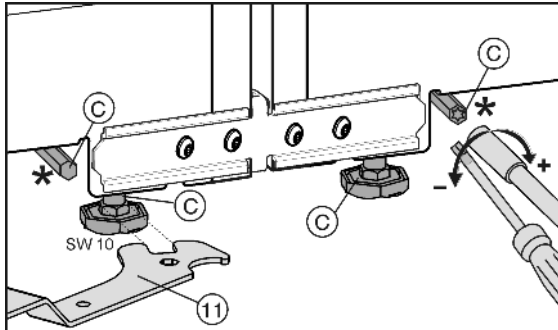

Fig. 8
Передние установочные ножки можно отрегулировать с помощью вилчатого ключа Fig. 8 (11) из комплекта поставки, задние установочные ножки\* — с помощью отвертки Torx® 25.